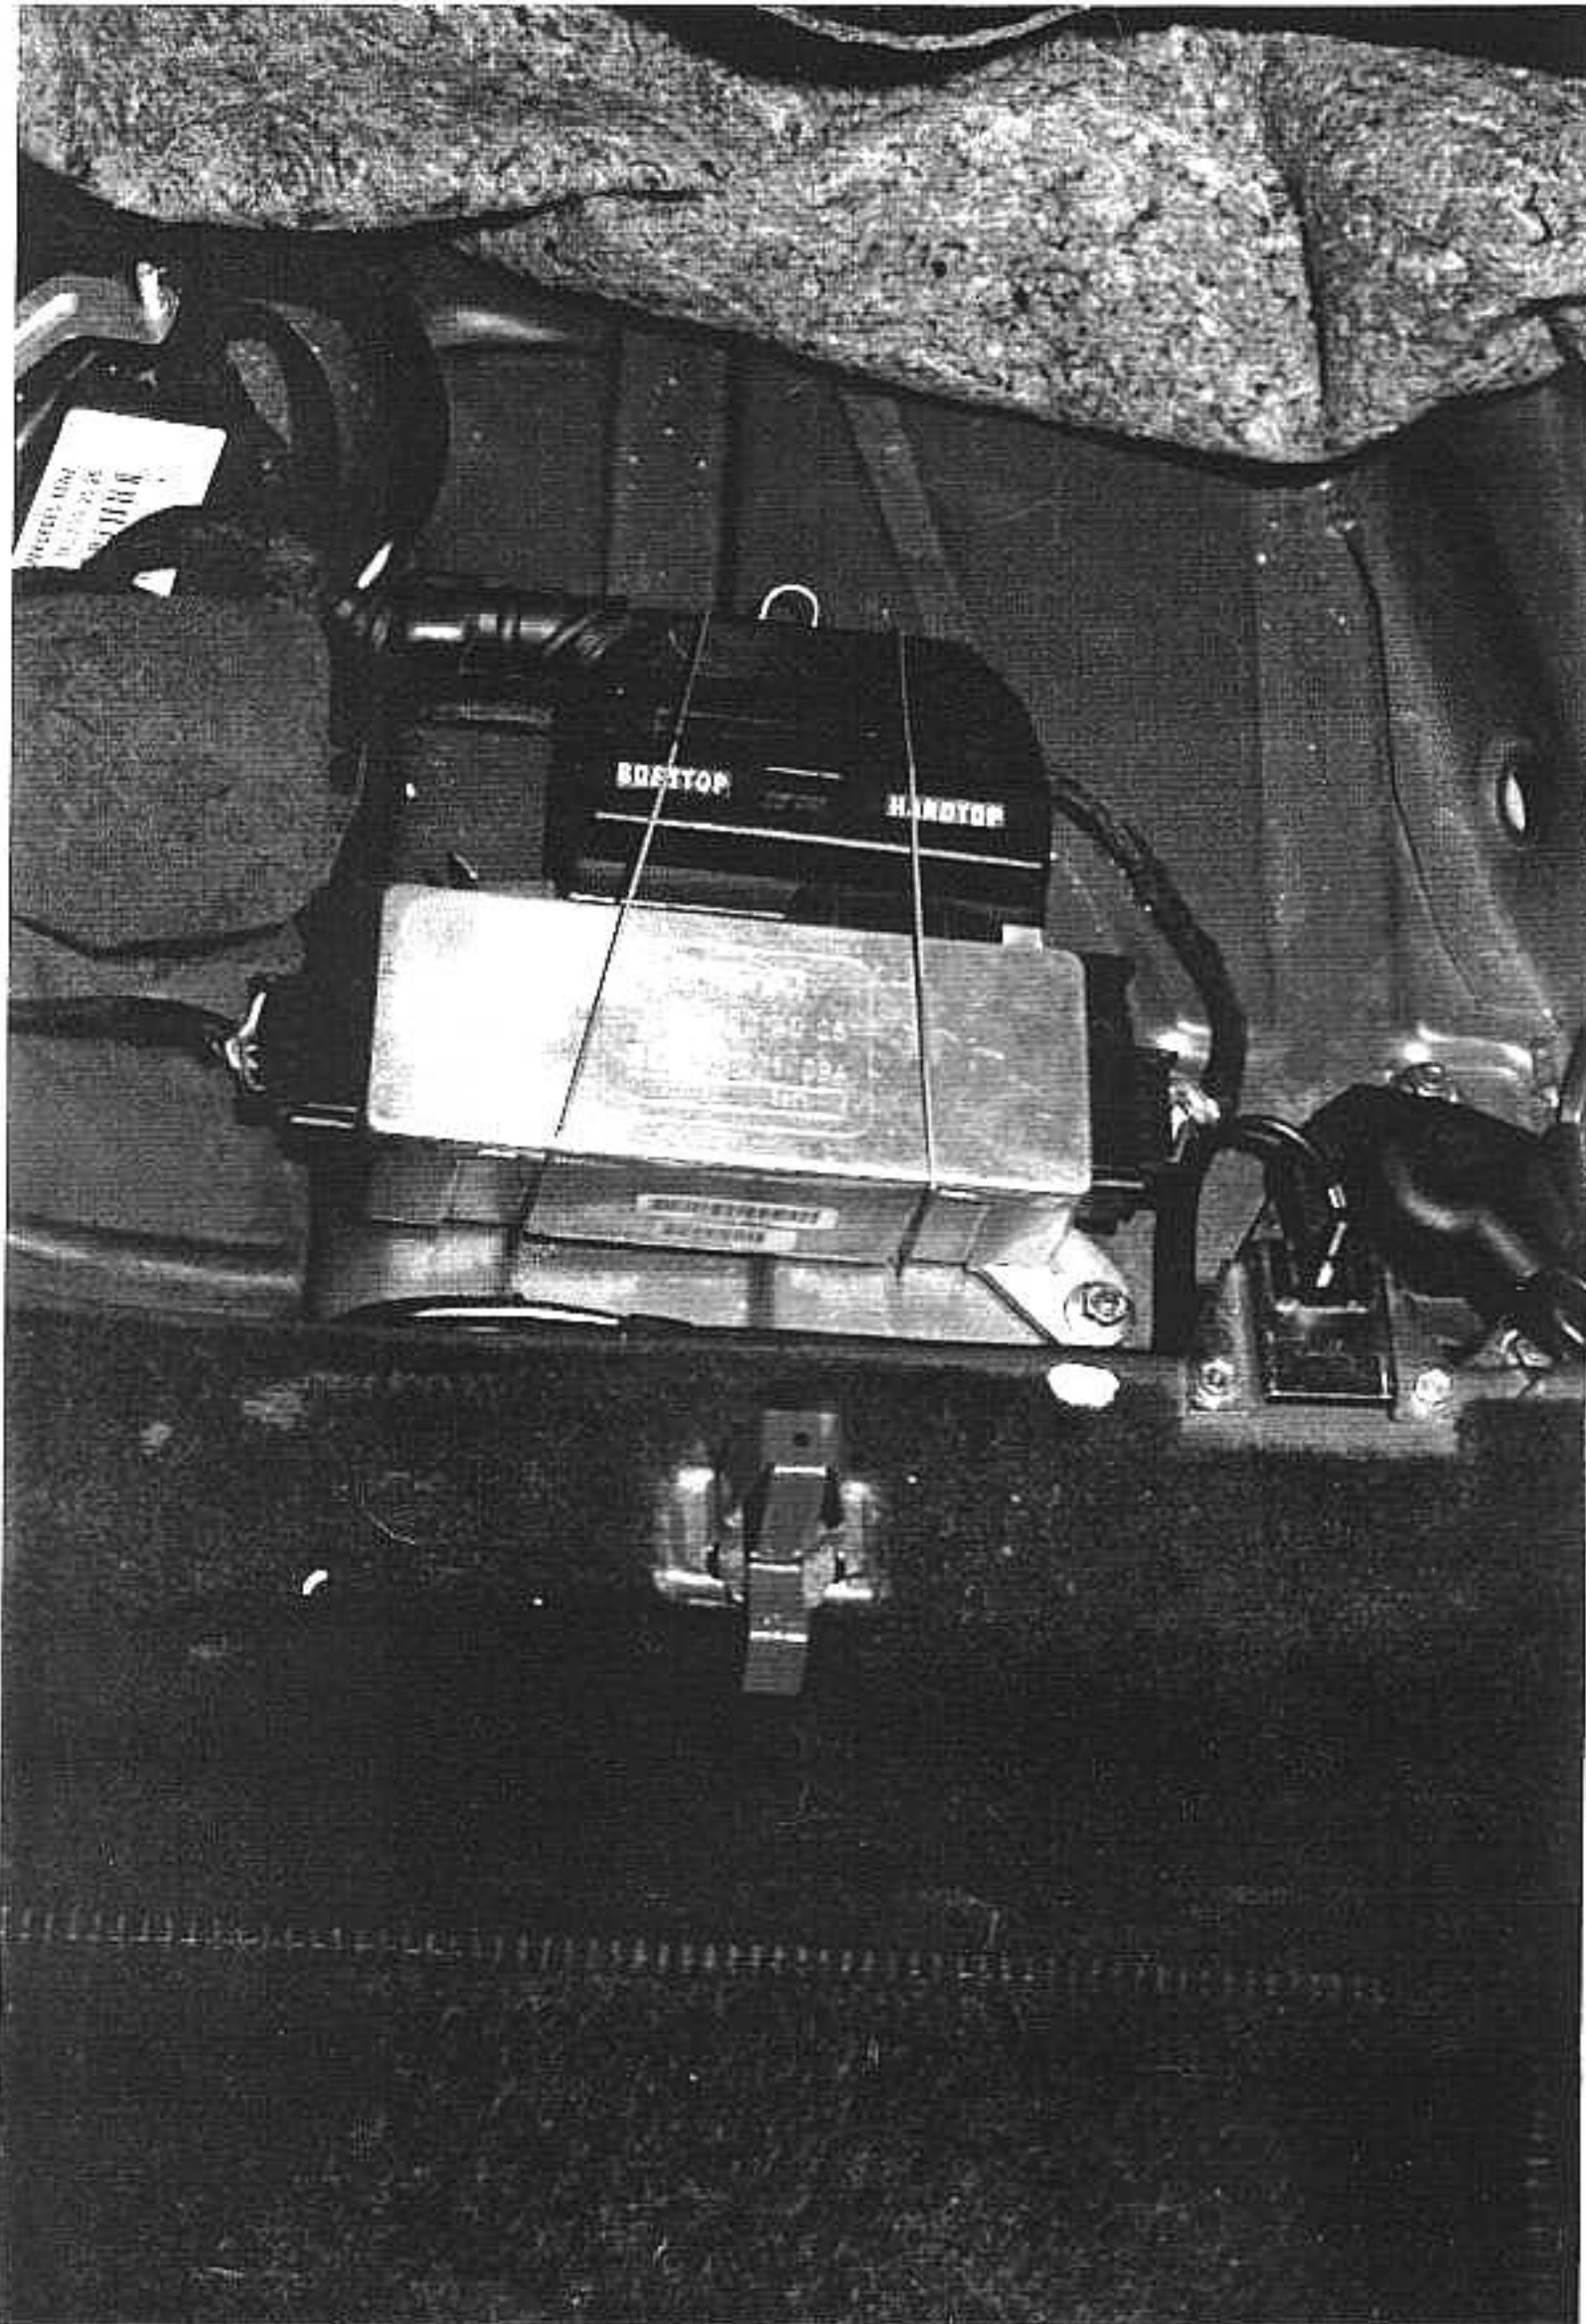

Bild 6 (unter Fondsitzebank, Sitzkissen rechts)
- > Einbau des Zusatzsteuergerätes nach (Bild 6).
- > Verriegeln des Verschlusses hinten durch Betätigen des Verdeckbedienschalters. (Zusatzsteuergerät (*Bild 6*) muß auf Hardtopfunktion eingestellt sein).
- > Zusatzsteuergerät (*Bild 6*) auf Hardtopfunktion umstellen.
- > Zusatzsteuergerät (*Bild 6*) auf Softtopfunktion umstellen.